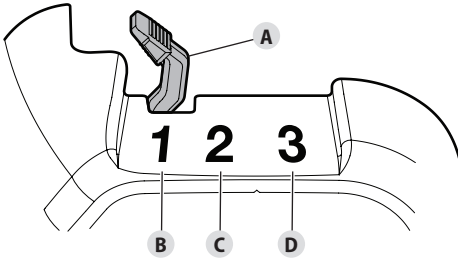

Fig. 13
- Coloque la palanca del estrangulador (Fig. 13-A) en la **Posición 1** (Fig. 13-B).
- Coloque la palanca del estrangulador en la **Posición 2** (Fig. 13-C).
- Coloque la palanca del estrangulador en la **Posición 3** (Fig. 13-D). Deje que el motor se caliente 60 segundos más. Se puede usar la unidad durante este período.